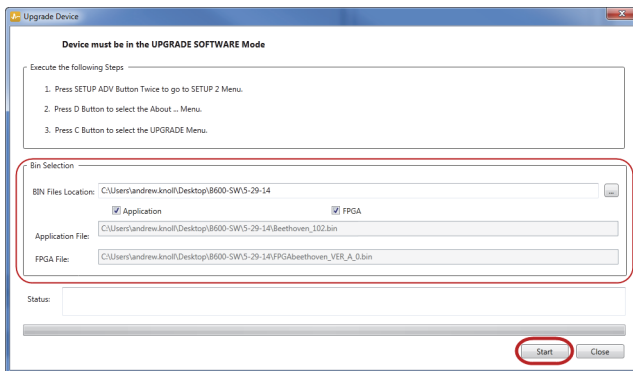

图 7-8 升级设备对话框
出现 **Upgrade Device**（升级设备）对话框（参见第 176 页的图 7-8）。
6. 在 **Upgrade Device**（升级设备）对话框的 **Bin Selection**（Bin 选择）区域中，选择 **BondMaster 600** 软件的位置，然后选择 **Application**（应用）和 **FPGA** 复选框（参见第 176 页的图 7-8）。